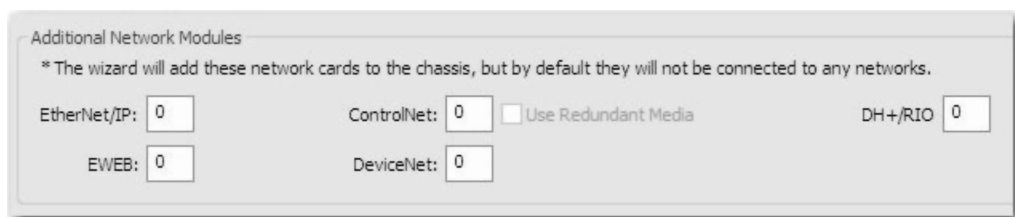

图 26-36 附加通信模块图
2) 可以指定要由该向导创建的更多的附加通信模块。这些模块将被置于 ControlLogix 机架中，但不会连接到任何网络，如图 26-36 所示。